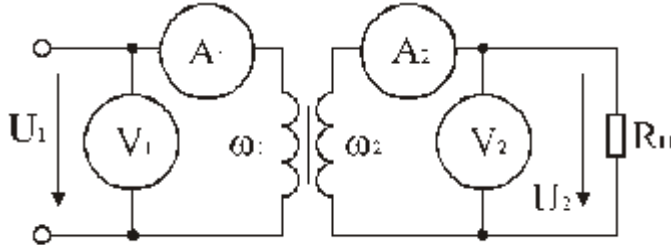

Рис. 6.4
5. Напряжение на входе однофазного трансформатора (рис. 6.4) $U_1=100$ В, ток в первичной цепи $I_1=10$ А. Коэффициент полезного действия $0,9$. Вольтметр во вторичной цепи показывает напряжение $U_2=450$ В. Определить показания амперметра во вторичной цепи, сопротивление нагрузки.